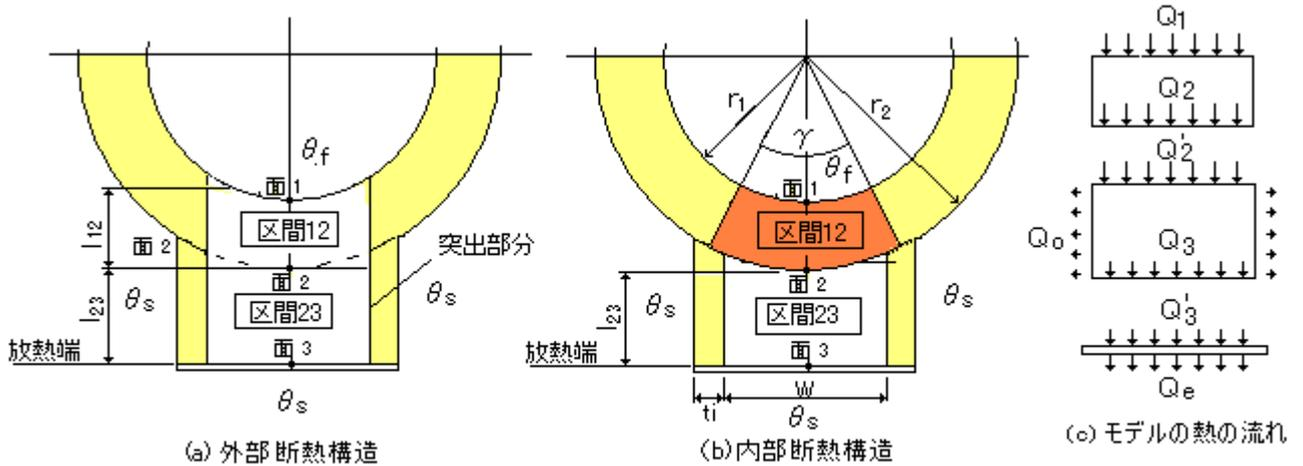

図1 計算モデル
2. 図1の(C)に熱の流れを仮定しており、区間12ではサイドから流入する熱量は無視している。実際は区間12の両側は完全な断熱境界とならないのでこの仮定は素から無理があるが、突出し部分の外部放熱が少ない間は、仮定として十分成立すると思われる。なお、例題では放熱量が大きく仮定としては無理がある。ただ、突出し部の平均温度は低め、放熱量は高めで、この例では安全側になっている。
3. (1)、(2)式の導入を以下に示す。図1の計算モデル参照のこと。